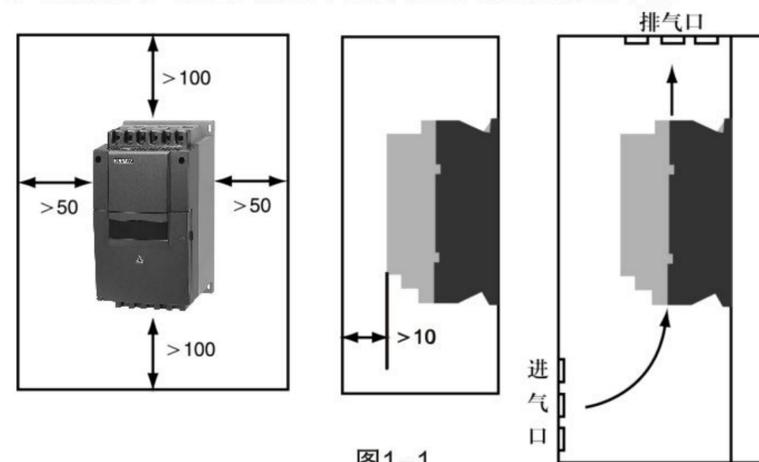

图1-1
- ①软起动器应垂直安装，请勿倒装，斜装或水平安装，请使用螺钉安装在牢固的结构上。
- ②软起动器运行时会产生热量，为确保准动空气的通路，应如图1-1所示，设计留有一定的空间。产生热量向上散发，所以不要安装在不耐热设备的下方。